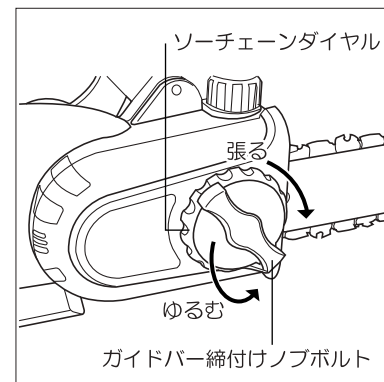
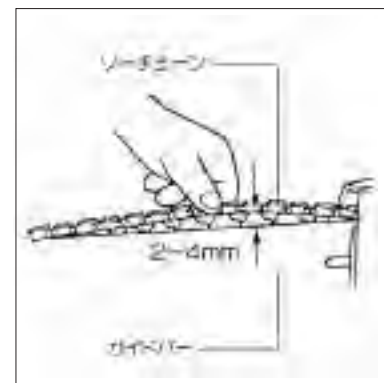

図4
図5
- ①ガイドバー締付けノブボルトを左に1回転から1.5回転回して、ガイドバーの締付けをゆるめてください。(図4参照)
- ②ソーチェーンダイヤルを右に回して、ソーチェーンを張ってください。(図4参照)
- ③締付けノブボルトでガイドバーを強く締付けてください。
- ④ソーチェーンの張りを確認します。ガイドバーの中間でソーチェーンを指で軽く引き上げたとき、ガイドバーとソーチェーンとの間が2~4mm程度になるようにします。(図5参照)